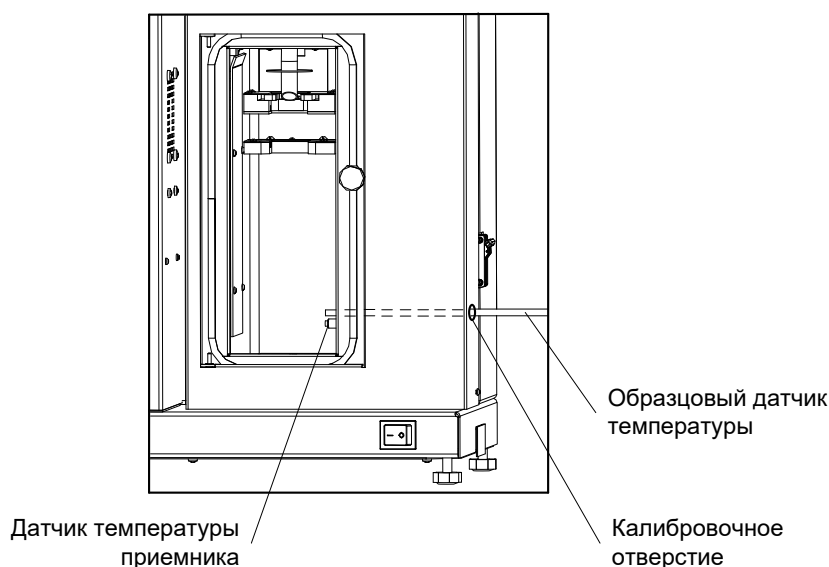

Рисунок 32 – Подготовка к проверке датчика температуры приемника
5.7.3 Вставить в калибровочное отверстие образцовый датчик температуры таким образом, чтобы чувствительная часть образцового датчика была прямо над датчиком температуры приемника (рисунок 32).